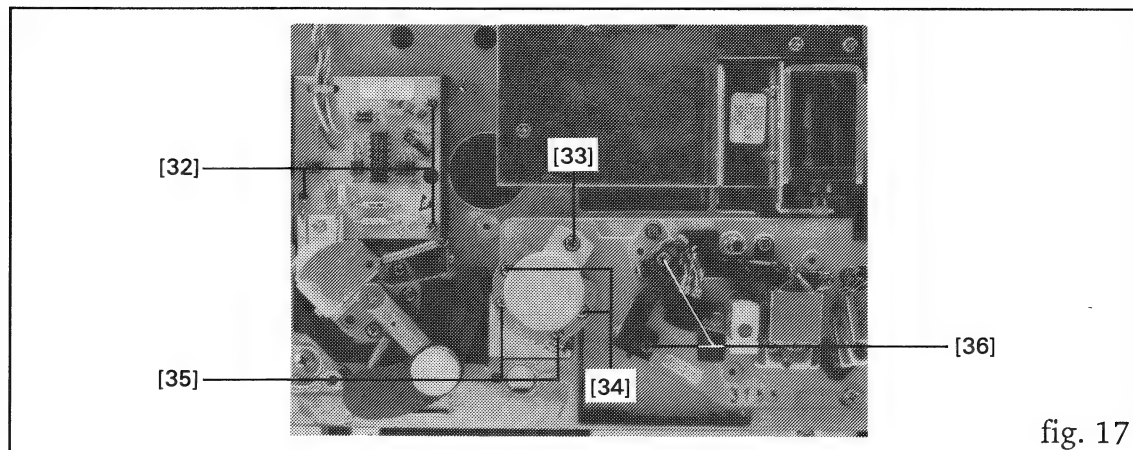

fig. 17
- Desserrer 3 vis de fixation de platine [32] (fig. 17) ainsi que les fiches de câbles, sortir soigneusement le TENSION ARM BOARD.
- Retirer 1 vis [33] (fig. 17) ainsi que les 2 vis de fixation de platine/de galets [34] (fig. 17) du TAPE MOVE SENSOR.
- Desserrer 2 vis [35] (fig. 17) de fixation de platine ainsi que la fiche à câble.